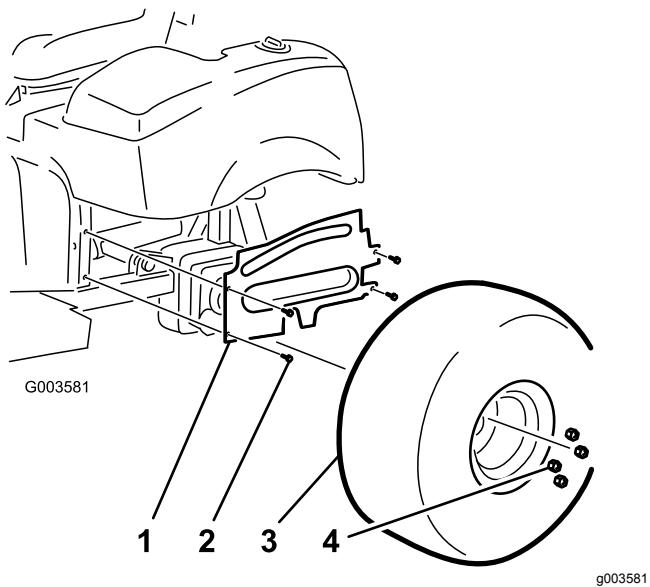

Рисунок 38
9. Вверните 4 винта с фланцевыми головками, которые крепят кожух левого колеса к раме (Рисунок 38).
10. Установите левую заднюю шину (Рисунок 38).